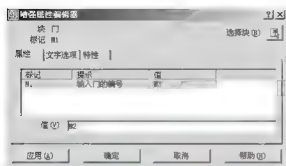

图 3.77 将属性值修改为“M2”
(1) 执行菜单栏中的【修改】|【对象】|【属性】|【单个】命令。
(2) 在选择块: 提示下, 将光标放在刚才插入的 “门” 图块上单击, 选择刚才插入的 “门” 图块, 立即打开【增强属性编辑器】对话框 (双击 “门” 图块也能打开此对话框)。
(3) 在【属性】选项卡中, 将值改为“M2”, 如图 3.77 所示。